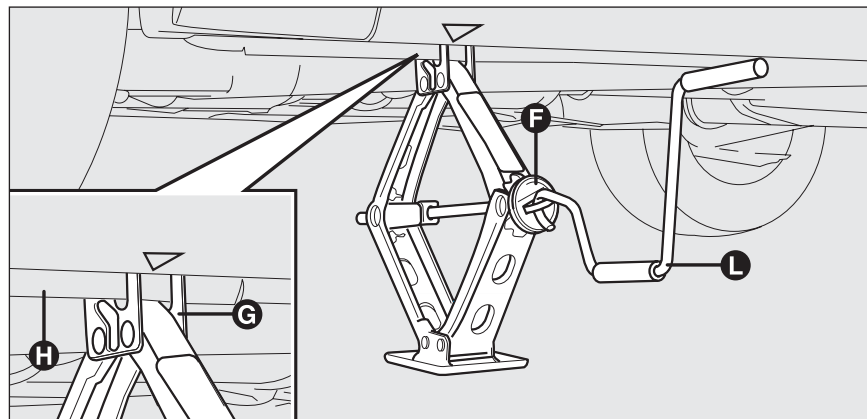

fig. 4
- ❑ actionner le dispositif **F - fig. 4** de manière à détendre le cric, jusqu'à ce que la partie supérieure du cric **G - fig. 4** s'engage correctement à l'intérieur du dispositif de retenue **H - fig. 4** ;
- ❑ introduire la manivelle **L - fig. 4** pour pouvoir actionner le cric et soulever le véhicule, jusqu'à ce que la roue se souleve du sol de quelques centimètres ;
- actionner la manivelle **L - fig. 4** du cric de manière à baisser la voiture et enlever le cric ;